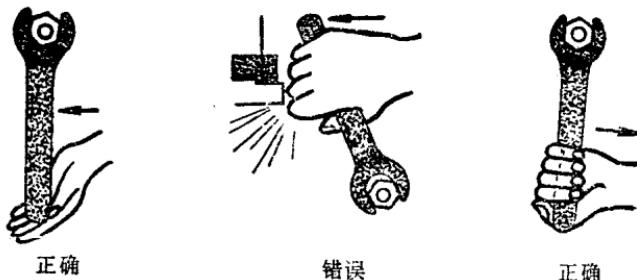

图13 扳手的运用
5. 在使用扳手时，最好的效果是拉动，而不要推动；倘若必须要推动时，亦只能用手掌来推动，以防止螺栓突然松动时，碰伤手指（如图13）。